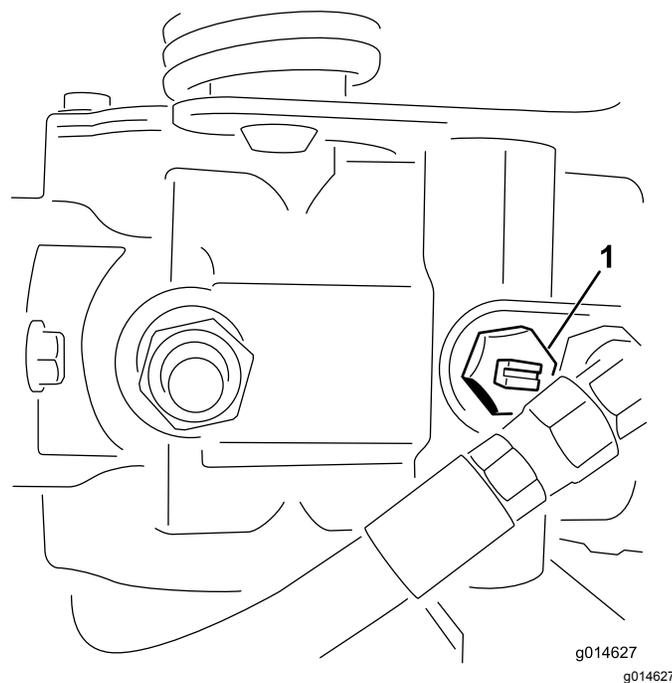

図 42
1. 油圧ポンプについているバイパスバルブ 図 42 の溝が「縦」になるようにバルブを回転させる。
2. エンジンを始動する時には、必ずバイパスバルブ 図 42 を閉じる溝が横向きになる。バルブを開けたままでエンジンを掛けないこと。